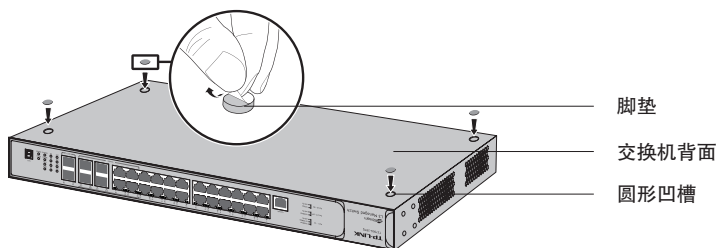

图3-1 桌面安装示意图
2. 逐个揭去4个脚垫的胶面保护纸，分别黏贴在位于机壳底部四角的圆形凹槽中，如图3-1所示。